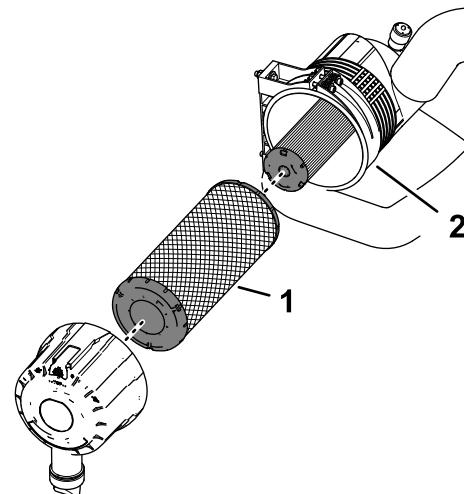

Figure 64
- Retirez le préfiltre (Figure 64).